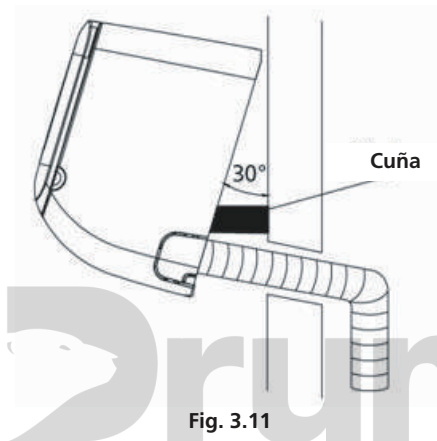

Fig. 3.11
2. Utilice un soporte o una cuña para sostener la unidad y obtener un espacio suficiente para conectar la tubería del refrigerante, el cable de señal y la manguera de descarga. Consulte la **Fig. 3.11** para obtener un ejemplo.